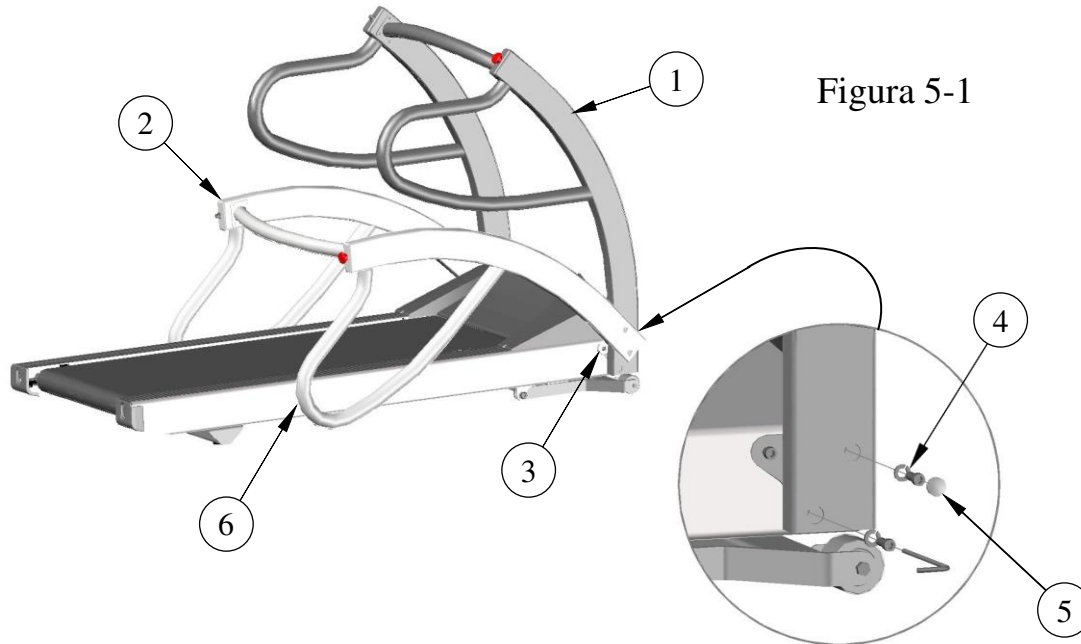

Figura 5-1
1. Gire el ensamblaje de los pasamanos a la posición de funcionamiento e inserte (2) pernos de 3/8-16 y arandelas de seguridad de 3/8 a cada lado y apriete firmemente.
2. Instale (2) tapas de plástico a cada lado para lograr una apariencia acabada. Figura 5-1